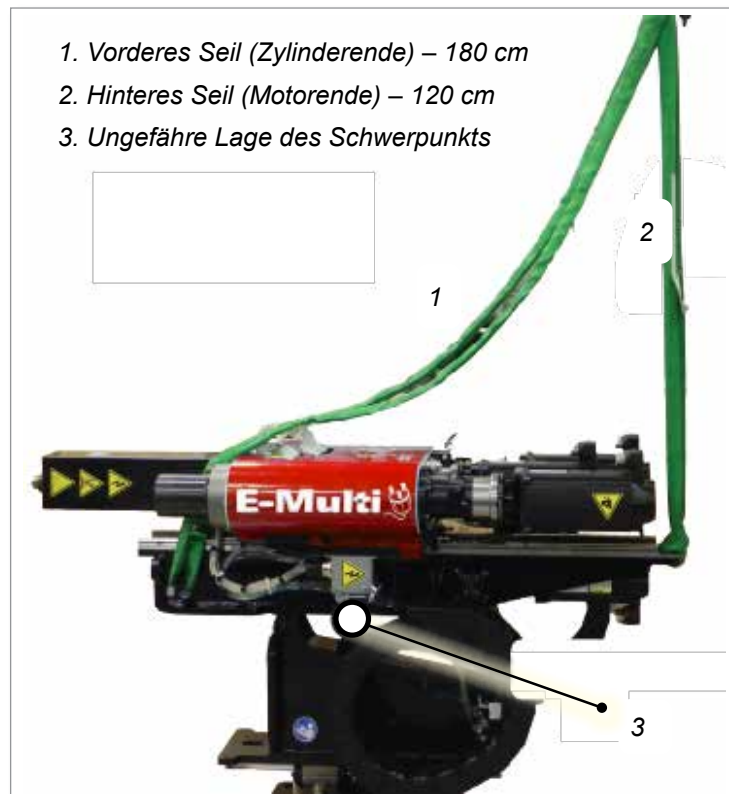

Abbildung 11-2 Anschlagpositionen des E-Multi-Radial-Vertikalträgers
3. Befestigen Sie die Seile am Gerät wie in Abbildung 11-2, Abbildung 11-3 und Abbildung 11-4 gezeigt. Verwenden Sie die in der Kiste enthaltenen Seile. Beachten Sie den ungefähren Schwerpunkt.